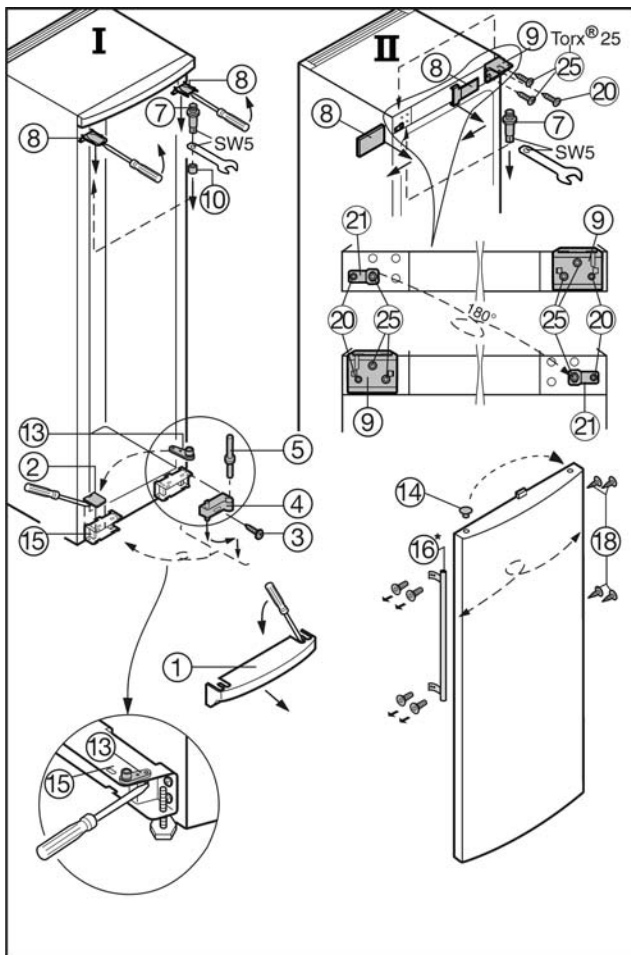

Fig. 4
- ▶ Sokkelblænden Fig. 4 (1) løsnes på hængselsiden ved hjælp af en skruetrækker og trækkes af fremadtil.
- ▶ Afdækningen Fig. 4 (2) løsnes med en skruetrækker.
- ▶ Skruen M5 Fig. 4 (3) drejes ud.
- ▶ Lejedel Fig. 4 (4) med lejebolt Fig. 4 (5) trækkes nedad og ud, svinges så ud og fjernes.
- ▶ Afdækninger Fig. 4 (8) løsnes foran med en skruetrækker.
- ▶ Lejebolte Fig. 4 (7) drejes ud og drejes ind på den modsatte side.
- ▶ Afdækninger Fig. 4 (8) sættes i bag på den modsatte side og skal falde i hak foran.
- ▶ Løftafdækningen Fig. 4 (8) på håndtagssiden og skub den væk udadtil.
- ▶ Løft afdækningen Fig. 4 (8) på hængselssiden og træk den væk.
- ▶ Masseblikket Fig. 4 (21) skrues af.
- ▶ Fjern først masseskruen, Fig. 4 (20) herefter den indre montageskrue Fig. 4 (25).
- ▶ Lejebukken Fig. 4 (9) skrues af
- ▶ Først løsnes masseskruen Fig. 4 (20), herefter montageskruerne Fig. 4 (25).
- ▶ Lejebukken Fig. 4 (9) flyttes over på den modsatte side.
- ▶ Lejebukken sættes på oppefra og den skrues fast med den øverste montageskrue Fig. 4 (25) først.
- ▶ Herefter følger de resterende skruer Fig. 4 (25) og til sidst masseskruen. Fig. 4 (20)
- ▶ Massepladen Fig. 4 (21) vendes 180° og skrues atter fast på den nye side for håndtaget
- ▶ Skru først montageskruen Fig. 4 (25) fast og så masseskruen Fig. 4 (20).
- ▶ Lejebolten Fig. 4 (7) sættes over i det andet montagehul.
- ▶ Montér atter afdækningen. Fig. 4 (8)
- ▶ Løft afstandsstykket Fig. 4 (13) forned med en skruetrækker og sæt det i på den modsatte side.
- ▶ Løft propperne Fig. 4 (14) ud af dørlejebøsningerne og flyt dem.
- ▶ Hæng døren op i lejebolten Fig. 4 (7), vær herved opmærksom på afstandsstykkerne
- ▶ Lejedelen Fig. 4 (4) drejes med 180°.
- ▶ Lejebolten Fig. 4 (5) trækkes ud og sættes i igen omvendt.
- ▶ Begge dele monteres i lejebukken Fig. 4 (15).
- ▶ Lejedelen drejes, svinges op og formonteres med skruen Fig. 4 (3).
- ▶ Gennem langhullet i lejebukken Fig. 4 (15) rettes døren ud, så den flugter med apparatets kabinet.
- ▶ Skruen Fig. 4 (3) spændes atter fast.
- ▶ Sokkelblænden Fig. 4 (1) skubbes på. Lad den falde i hak ved at trykke den fast.